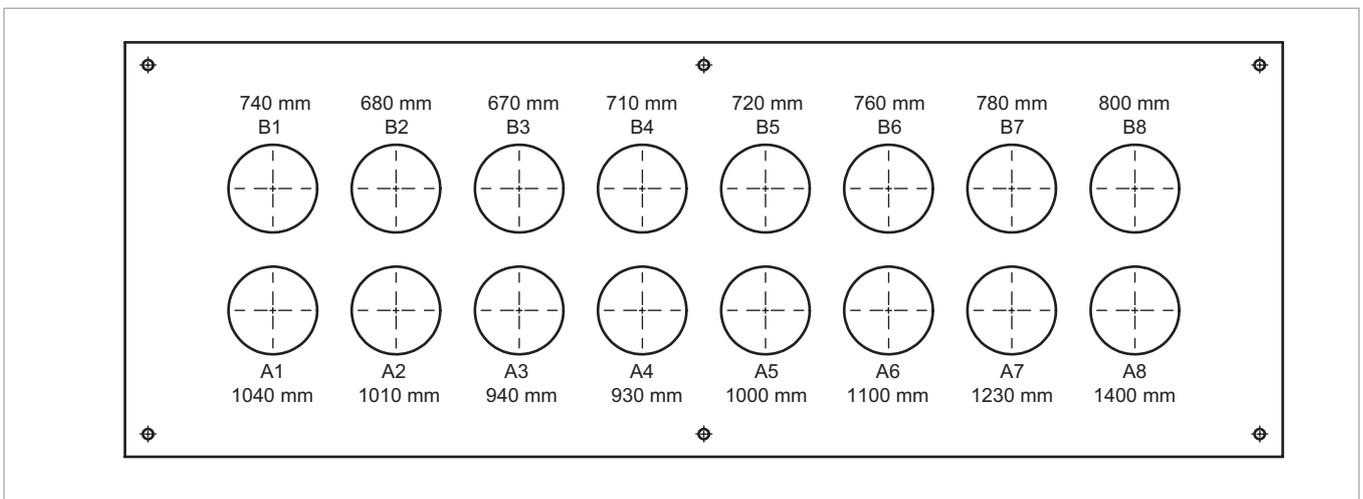

Abb. 77: Brandschott mit Längenangaben für Anschlüsse A1/B1 bis A8/B8
- Schlauch außerhalb des Lagerraumes auf die jeweils angegebene Länge „A1“ auf der Abdeckplatte (siehe → Abb. 77) abschneiden.
- X Länge gemäß → Abb. 77